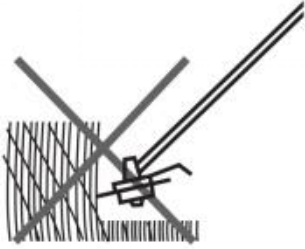
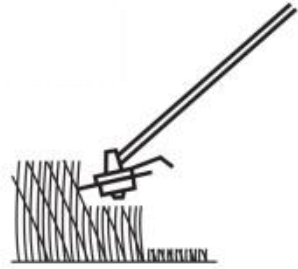

Fig. 46
Fig. 47
7. Langer gras in fasen maaien; Maai lang gras niet in één snede (Fig. 46). Voor het beste resultaat maait u het langere gras in stappen (Fig. 47).